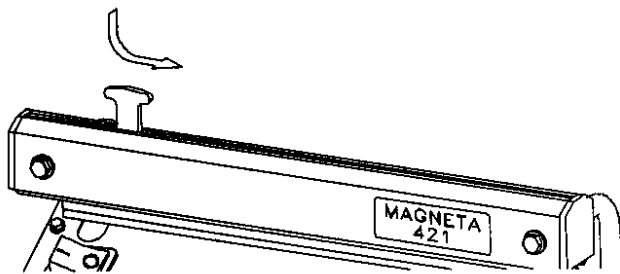

Fig. 1
5. Para cortar, se aprieta el botón rojo en la parte superior del brazo, y se mueve rápidamente la cuchilla hacia la izquierda o hacia la derecha cuando el brazo está colocado sobre la barra selladora (fig. 1.).
5. Si nécessaire, on peut couper la partie au dessus de la soudure à l'aide du couteau pressant le bouton rouge et en le faisant passer d'un coté à l'autre du bras, lorsque celui-ci est abaissé (pendant la soudure). (fig. 1.).
5. Overskæring af folien sker ved at trykke knivholderen ned og føre denne på tværs af kæben under svejse- og køletiden. (fig. 1).
5. Vid avskärning: Pressa ned knivhållaren och för knivslåden snabbt över folien under tiden armen är i nedpressat läge (fig.1).
5. Folien kan kuttet ved å trykke den røde knivholderen på sveisearmen ned og samtidig skyve den til den andre siden av armen, mens denne er nede (fig.1).